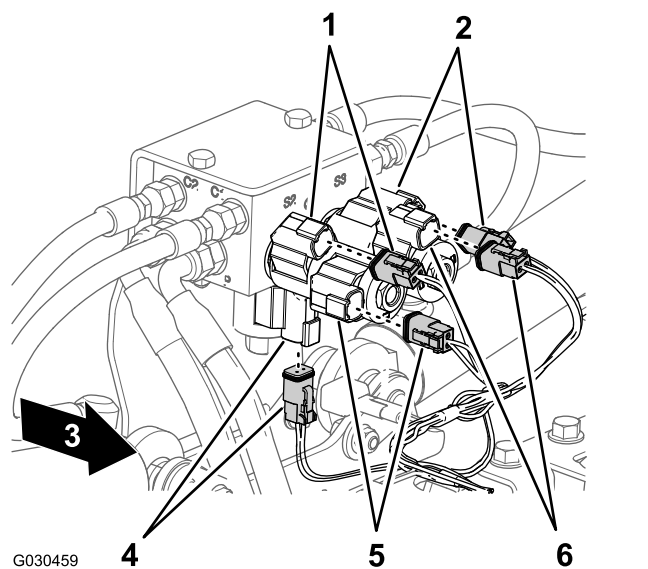

Figura 57
4. En la parte trasera de la máquina, desconecte los siguientes conectores hembra de 2 vías (Figura 57) del distribuidor de los cilindros de elevación, según se indica a continuación: